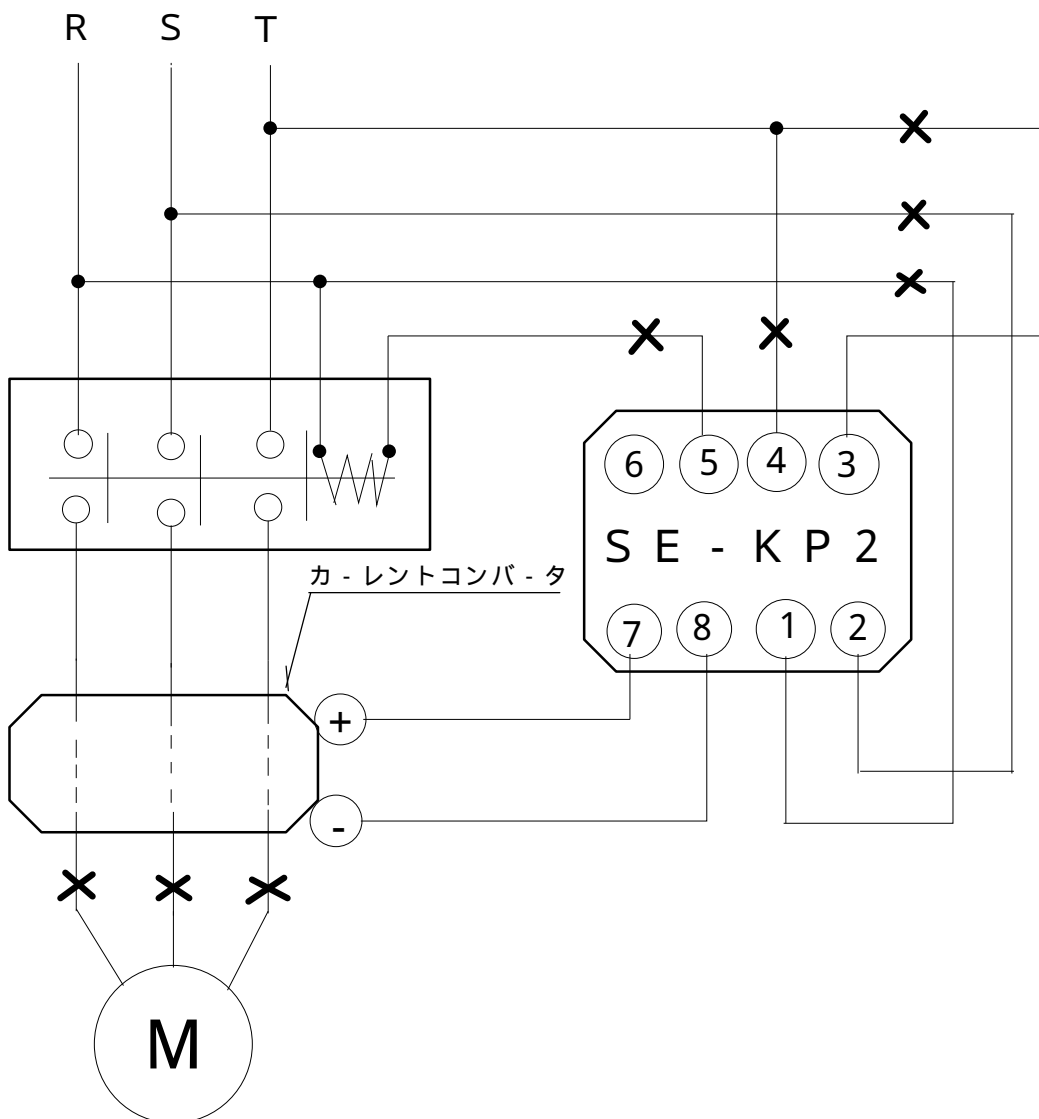

図1 継電器と既設配線との切離し (SE-KP2・オムロン製)
- 制御電源の結線ははずします。(図1の×印)
- 引きはずしコイルへの配線ははずします。(図1の×印)
- 状況に応じて負荷への配線ははずします。(図1の×印)